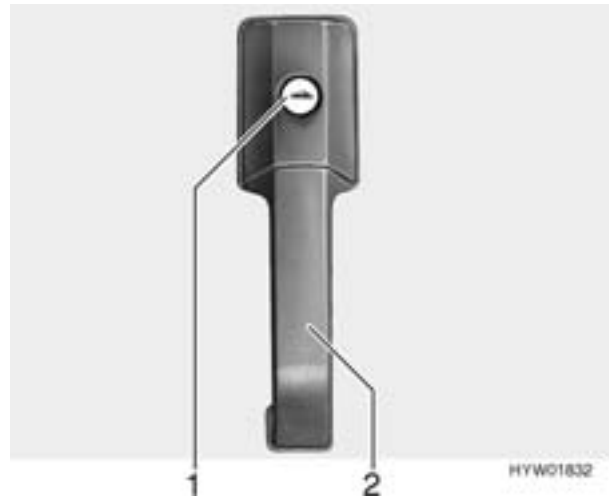
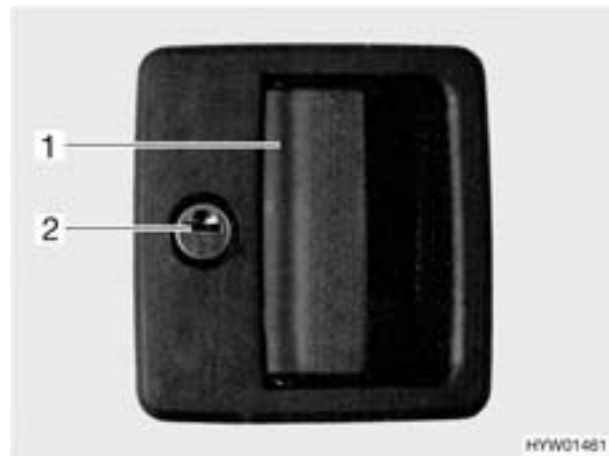

Bild 21 Türschloss, außen (Variante 1)
Bild 22 Türschloss, außen (Variante 2)
- Schlüssel in Schließzylinder (Bild 21,1 bzw. Bild 22,2) stecken und im Uhrzeigersinn drehen, bis das Türschloss entriegelt ist.
- Durch Ziehen am Türgriff (Bild 21,2 bzw. Bild 22,1) die Tür öffnen.
- Schlüssel in Schließzylinder (Bild 21,1 bzw. Bild 22,2) stecken und entgegen dem Uhrzeigersinn drehen, bis das Türschloss verriegelt ist.